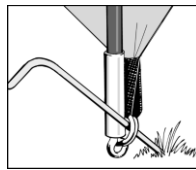

Figure 2
7. Attacher chacun des quatre coins de la tente intérieure, en les insérant dans l'anneau du système de verrouillage ring & pin (voir figure 2).